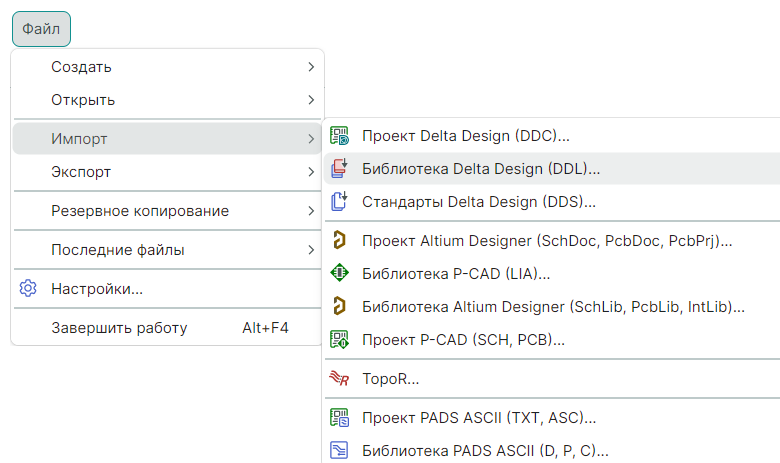

Рис. 6 Вызов инструмента импорта библиотеки Delta Design
2. Вызовите инструмент импорта библиотек в главном меню «Файл» → «Импорт» → «Библиотека Delta Design (DDL)», см. Рис. 6.